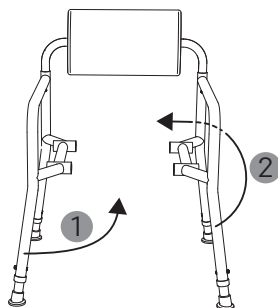

Abb. 26
3. Das Produkt lässt sich nun einfach zusammenfallen (1, 2, Abb. 26), indem Sie ein Seitenteil nach innen und das andere nach außen schwenken.